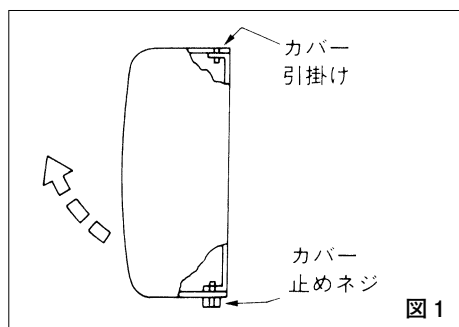

図1
2. 本体カバー下部にあるカバー止めネジをゆるめ、本体カバーを図1の矢印の方向にゆっくりと持ち上げてください。
次に、本体カバーを上方向に持ち上げ上部引掛けフックを外してください。(図1参照)
オイルサーバーのモータ部や周囲などにゴミやほこりなどがたまりますと、故障の原因になります。本体カバーを外して(P 4、図 1 参照)掃除してください。このとき、本体カバー以外は絶対に外さないでください。